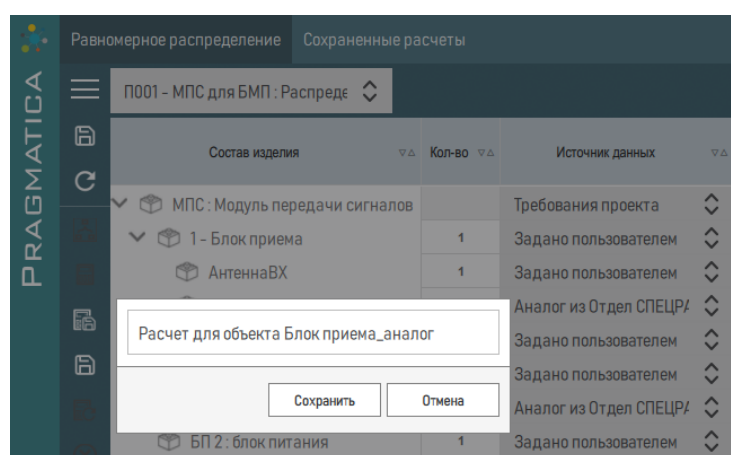

Рисунок 215 – Окно для подтверждения сохранения результатов расчета
- 2) В появившемся окне с наименованием объекта, для которого был произведен расчет, нажать на кнопку «Сохранить» для сохранения расчета или кнопку «Отменить», для отмены сохранения расчета (рисунок 215).